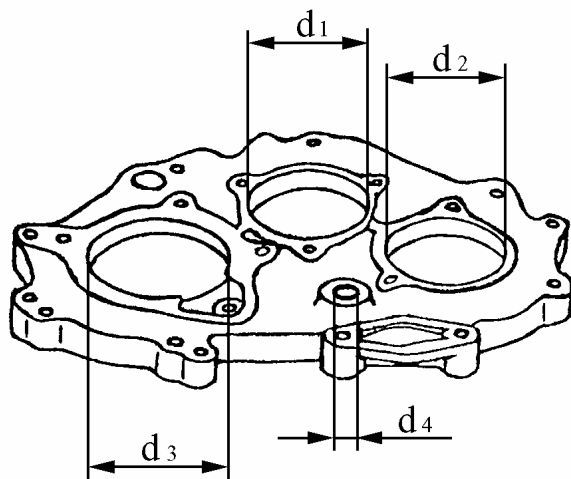

Рис.20. Крышка картера раздаточной коробки.
4.2 КРЫШКА КАРТЕРА РАЗДАТОЧНОЙ КОРОБКИ В СБОРЕ 2121-1802015 (рис.20).